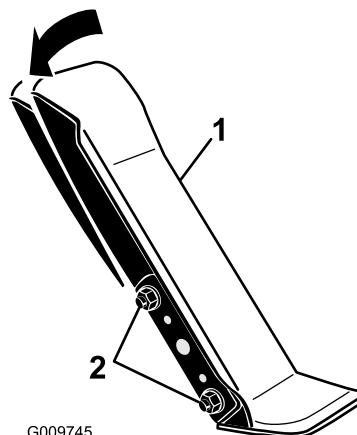

Bild 66
1. Lösen Sie die zwei Muttern und Schrauben, mit denen die linke Seite des Fahrpedals an der Halterung befestigt ist (Bild 66).
2. Drehen Sie das Pedal auf den gewünschten Winkel und ziehen Sie die Muttern fest (Bild 66).